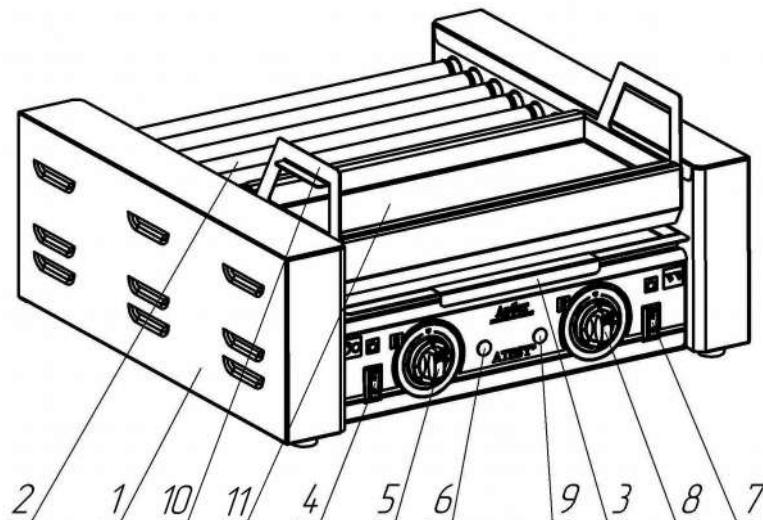

Рисунок 1
1.3.2.1 Изделие, см. рисунок 1, представляет собой ряд вращающихся роликов 2, установленных в корпусе 1. Каждый ролик 2 нагревается ТЭНом (трубчатым электронагревателем). Под роликами 2 в зоне сосисок и под ТЭНами в зоне котлет установлены поддоны 3 для сбора жира. На фасадной части корпуса 1 расположены органы управления изделием: ручка регулятора мощности ТЭНов зоны сосисок 5, включающая и регулирующая нагрев роликов 2; лампа 6, сигнализирующая о включении нагрева ТЭНов в зоне сосисок; выключатель роликов 4, включающий вращение роликов 2; выключатель 7 включает зону котлет; ручка регулятора мощности ТЭНов зоны котлет 8, регулирующая нагрев ТЭНов в зоне котлет; лампа 9, сигнализирующая о включении нагрева ТЭНов в зоне котлет. На тыльной стороне корпуса 1 расположен сетевой кабель для подключения изделия к электросети.